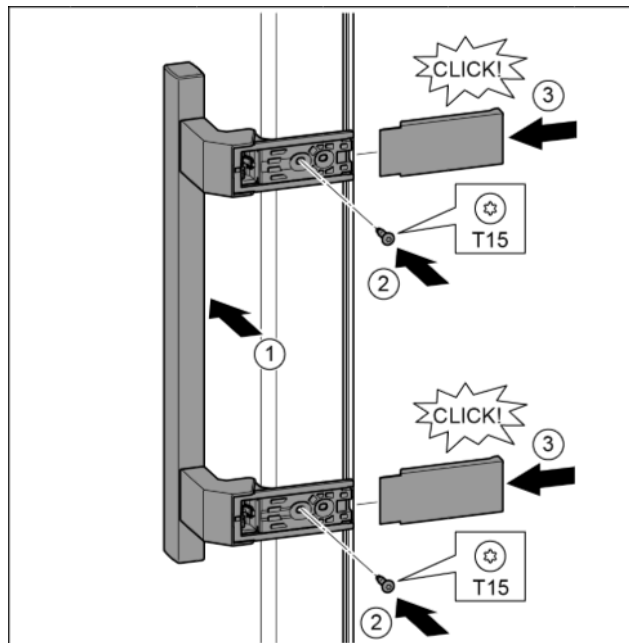

Fig. 35
- ▶ Установить ручку на противоположной стороне. Fig. 35 (1)
- ▶ Затянуть винты отверткой T15. Fig. 35 (2)
- ▶ Установить крышки сбоку и надвинуть. Fig. 35 (3)